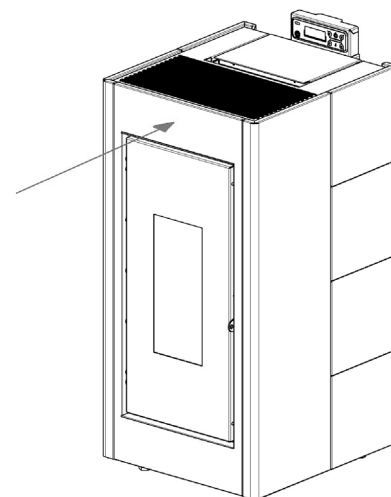

Fig. 39 - Umieścić panel przedni w pozycji
- Umieścić panel przedni w pozycji (patrz **Fig. 39**).